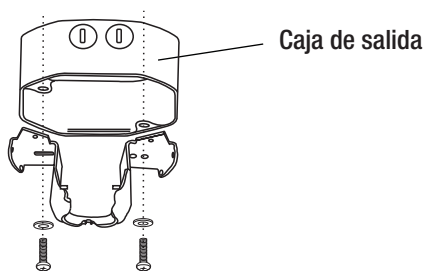

Figura 7
- Asegure el soporte de montaje (A) a la caja eléctrica del techo como se muestra en la Figura 7 utilizando dos tornillos y arandelas (no suministrados). Asegúrese de que el soporte de montaje (A) esté nivelado. Puede necesitar insertar arandelas adicionales (no suministradas) entre la caja de salida y la placa de montaje para nivelar.